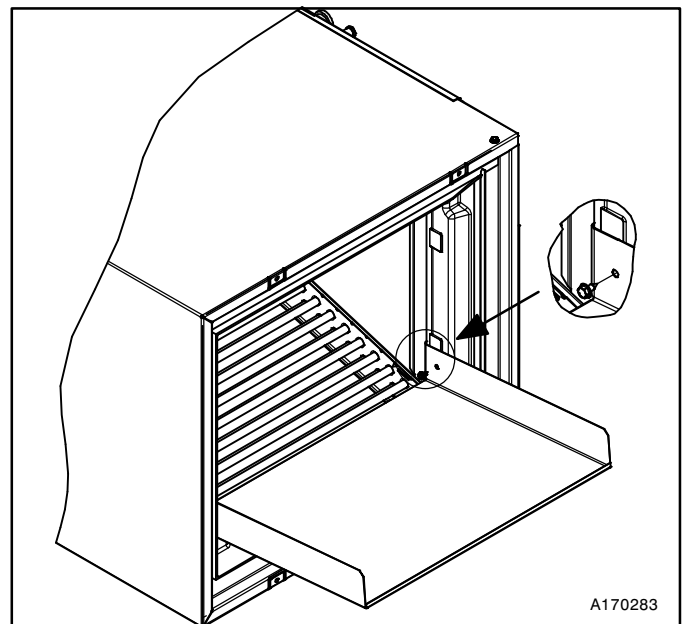

Figure 7 – Vis de montage pour extension du bac d'évacuation des condensats
7. Installez l'extension du bac d'évacuation des condensats inclus et les vis pour deux coins comme illustré à la **Figure 7**.